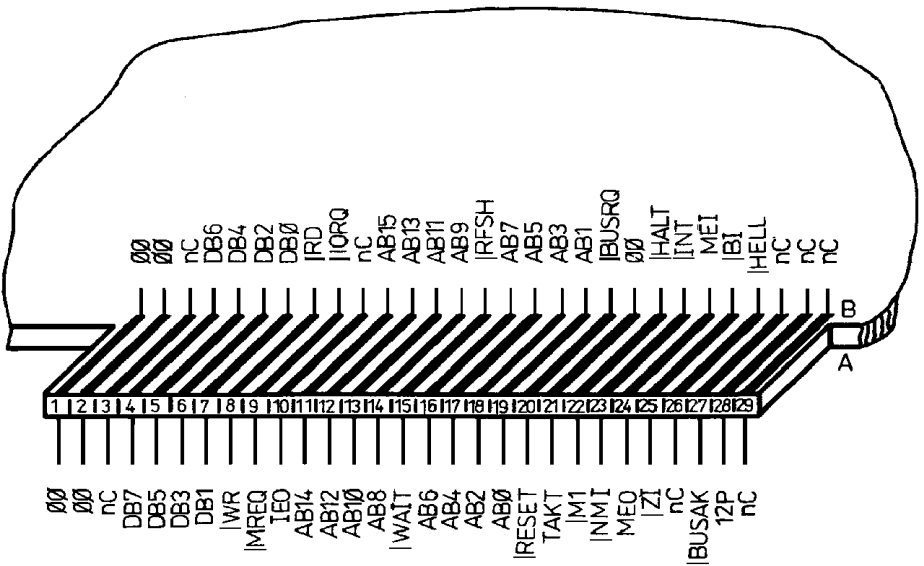

Bild 8: Anschlußbelegung EXPANSION-INTERFACE
- an der Diodenbuchse "TAPE" (vgl. Bild 8 und Tab. 3), zweikanalig mit konstantem Pegel über einen Mono- oder Stereo-Verstärker oder auch über den Kassettenrecorder in Stellung "Aufnahme" mit betätigter Pausen- oder Schnellstoptaste,
Dieser Steckverbinder ist zum Anschluß von Erweiterungsaufsätzen vorgesehen. Im folgenden finden Sie die Anschlußbelegung und eine Signalbeschreibung des Steckverbinders (vgl. Bild 8).